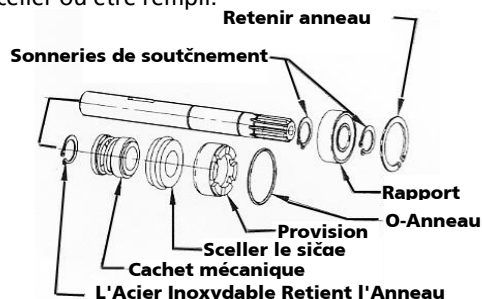

Figure 9- L'arbre et Scelle Assemblée
- Avec une légère pression modérée, la moitié joint en céramique Appuyez fermement et sceller carrément dans la cavité (voir figure 9). Si ce n'est pas joint ne sera pas correctement le siège, enlever, placer face du joint sur banc. Re-nettoyer la cavité. Devrait correctement Sceller place dès maintenant. Si le joint n'est pas correctement siège après re-nettoyage cavité, placer une rondelle en carton sur le visage poli et appuyez délicatement joint en place à l'aide d'un morceau de de 3/4 " (19 mm) pipe comme une presse.